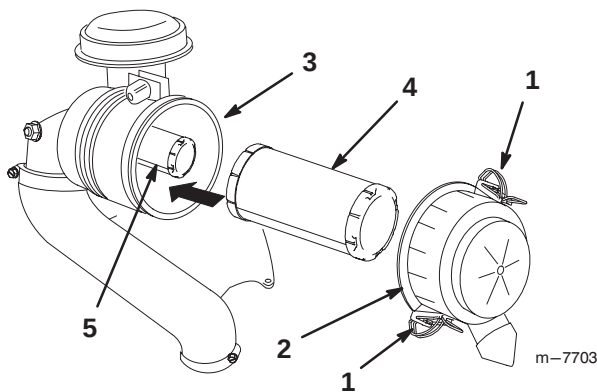

Figure 35
3. Ouvrez les dispositifs de verrouillage du filtre et ôtez le couvercle du corps du filtre (Fig. 35).
5. Sortez l'élément primaire du corps du filtre avec précaution (Fig. 35).
2. Si vous remplacez l'élément de sécurité, insérez-le avec précaution dans le corps du filtre (Fig. 35).
3. Installez ensuite l'élément primaire sur l'élément de sécurité avec les mêmes précautions (Fig. 35).
4. Reposez le couvercle, le côté portant l'inscription **UP** étant tourné vers le haut, et fermez les dispositifs de verrouillage (Fig. 35).